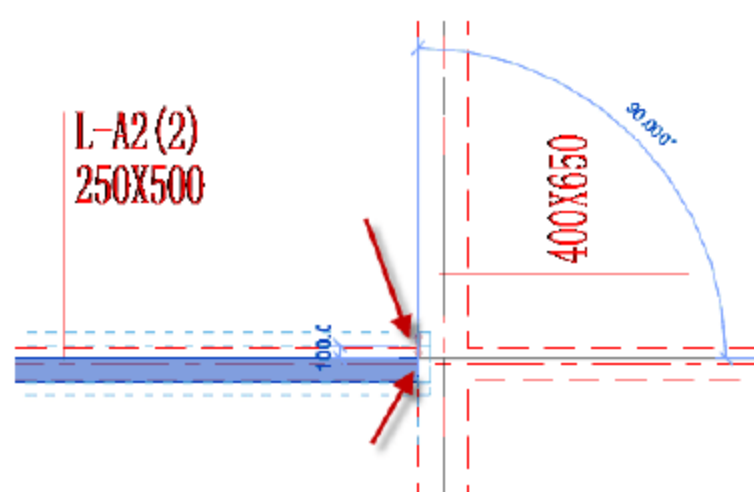

图 4.2.72 调整矩形梁的位置
(22) 调整矩形梁 L-A2 的位置, 选中矩形梁 L-A2, 按快捷键 M+V, 移动矩形梁的位置, 使其与梁线对齐, 如图 4.2.72 所示。